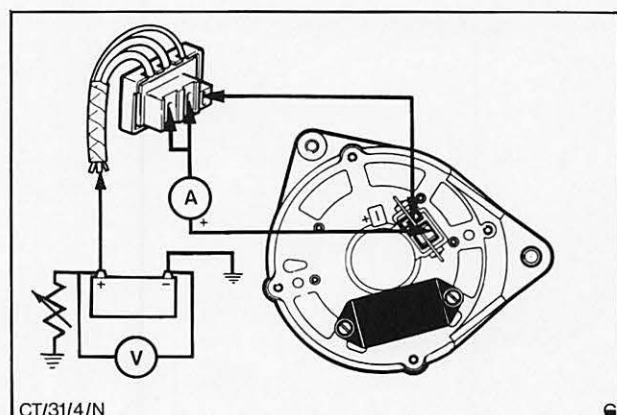

Abb. 11 Stromabgabe der Drehstromlichtmaschine prüfen
5. Testkabel, Amperemeter, Voltmeter und Belastungswiderstand wie in Abb. 11 gezeigt anschließen.